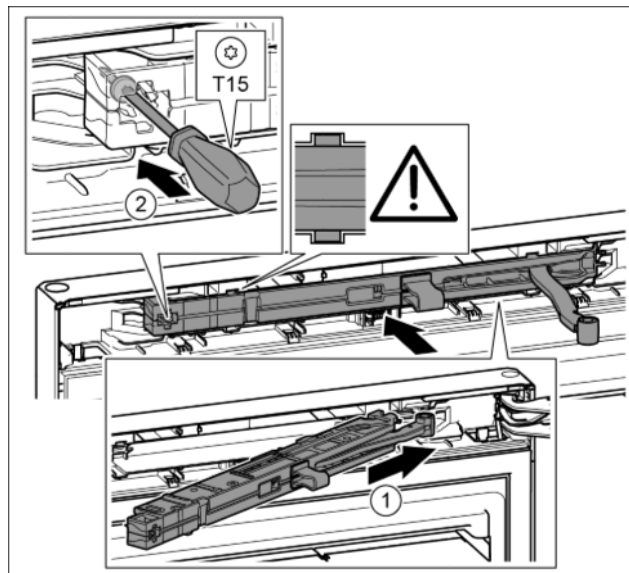

Fig. 46
- Вставить узел амортизатора со стороны опорного кронштейна в выемку до упора под наклоном. Fig. 46 (1)
- Затянуть винт отверткой T15. Fig. 46 (2)